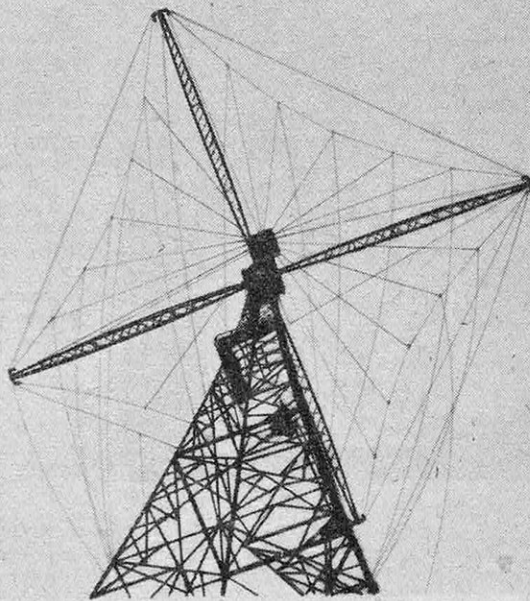

FIG. 4. — UNE ANTENNE D'ÉMETTEUR DECCA
Le système anglais *Decca*, déjà décrit en détail (1), est également un système hyperbolique à courte et moyenne distances, mais qui comporte la comparaison, à bord, au moyen de phasemètres et de compteurs, des différences de marche d'ondes entretenues émises synchroniquement par plusieurs stations distantes de quelques centaines de kilomètres (fig. 4).